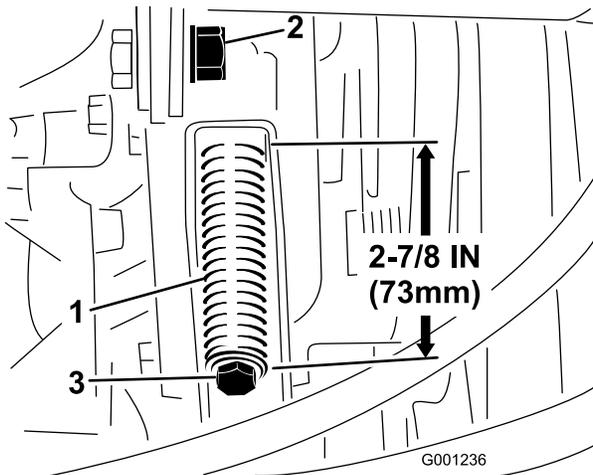

Bild 78
7. Ziehen Sie die Klemmmutter fest (Bild 78) und schließen Sie die Motorhaube.
3. Lösen Sie die Klemmmutter der Spannstange (Bild 78).
4. Spannen oder lockern Sie die Riemenpannfeder mit einem 1/2"-Schraubenschlüssel (Bild 78). Stellen Sie die Feder auf eine Länge von 73 mm ein.
4. Lösen Sie die Riemenpannfeder vollständig mit einem 1/2"-Schraubenschlüssel (Bild 78).
6. Legen Sie den neuen Zapfwellenriemen auf und ziehen die Riemenscheibe auf 73 mm an (Bild 78).